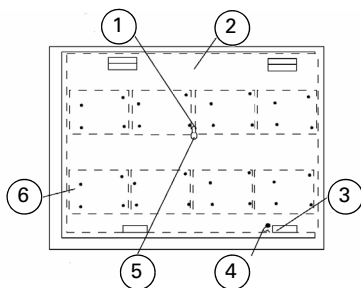

Fig. 4: ANC-8, telaio rimovibile
- 2 Montare il telaio rimovibile nella custodia e fissarlo con la vite di fissaggio come illustrato nella fig. 4.
- 3 Collegare il filo di terra del telaio rimovibile alla custodia come illustrato nella fig. 4.